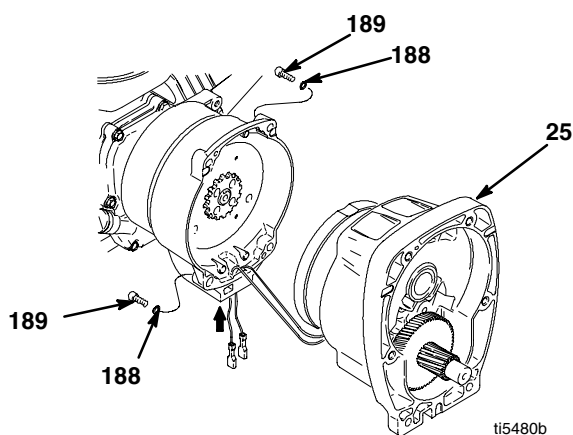
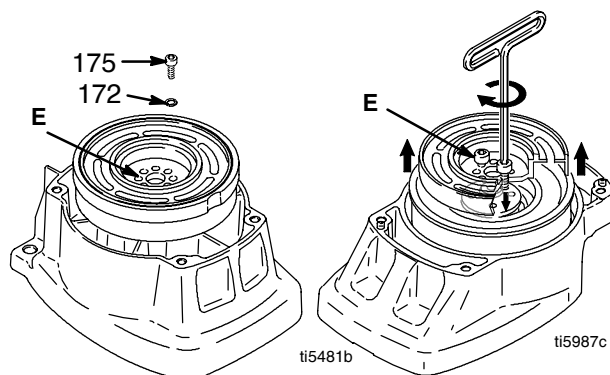
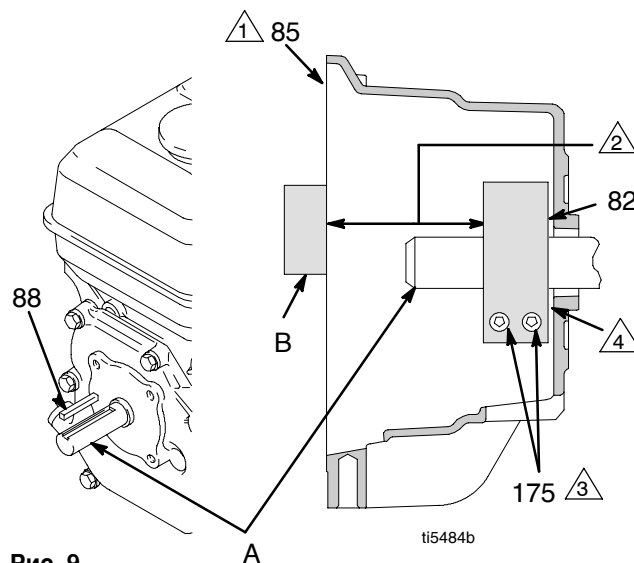

Рис. 4
Рис. 5
Рис. 9
4. См. Рис. 4. Выкрутите четыре винта (189) с пружинными шайбами (188) и снимите узел шестерни (25).
5. См. Рис. 5. Поместите узел шестерни (25) на верстак, сторона ротора должна быть направлена вверх.
6. Выкрутите четыре винта (170) с пружинными шайбами (172). Установите два винта в отверстия с резьбой (E) в роторе. Поочередно затягивайте винты, чтобы извлечь ротор.
4. См. Рис. 9. Ослабьте затяжку двух винтов (175) на зажиме (82).
5. Вставьте отвертку в паз зажима (82) и снимите зажим.
1. См. Рис. 9. Установите шпонку вала двигателя (88).
2. Легкими ударами пластмассового молотка насадите зажим (82) на вал двигателя (А). Выдерживайте размер, указанный в примечании 2. Фаска должна быть обращена к двигателю.
9. См. Рис. 5. Расположите узел шестерни на верстаке так, чтобы сторона ротора была направлена вверх.
10. Смажьте винты составом Loctite. Установите четыре винта (170) с пружинными шайбами (172). Поочередно затягивайте винты усилием в 125 дюймов-фунт, чтобы надежно закрепить ротор. Для удерживания ротора используйте резьбовые отверстия.
11. См. Рис. 4. Закрепите узел шестерни (25) с помощью пяти винтов (189) с пружинными шайбами (188).